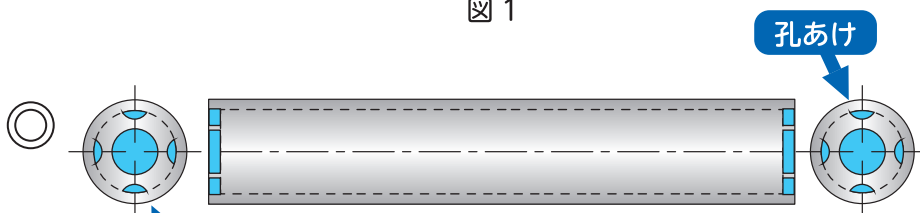

図 2
- 図 2、4 のように対角に亜鉛と空気の流出口をあけてください。